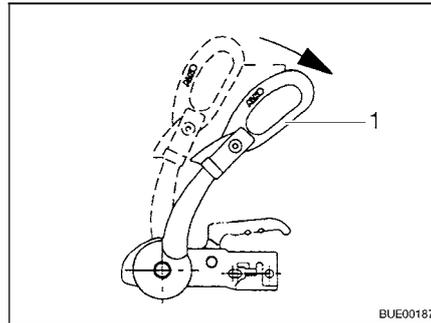

Bild 198 Stabilisierungsgriff
- Stabilisierungsgriff (Bild 198,1) öffnen.